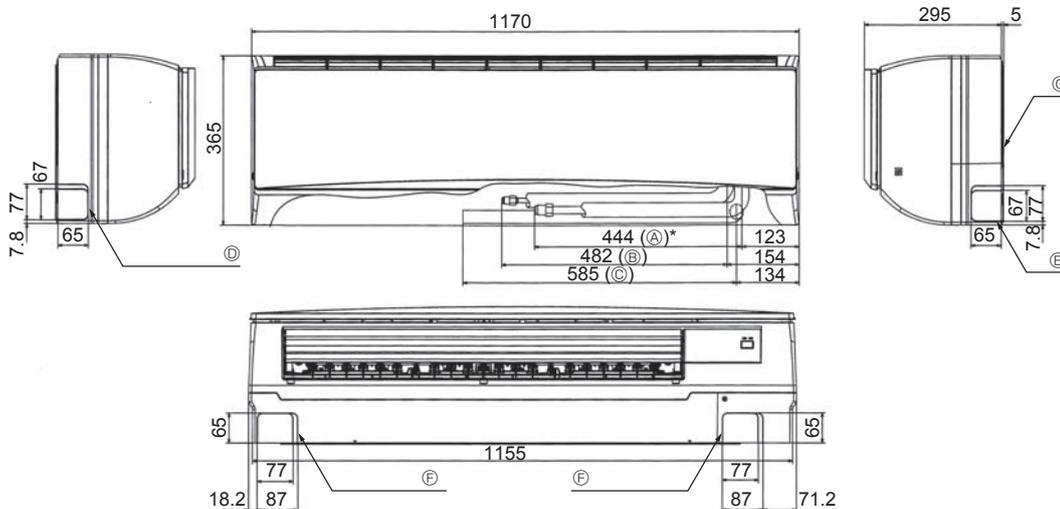

Fig. 4-2
4.3. Mise en place des tuyaux de réfrigérant et d'écoulement (Fig. 4-2)
- (A) Conduit de gaz * Indique la condition les accessoires montés.
- (B) Conduit de liquide
- (C) Tuyau d'écoulement
- (D) Orifice de la rondelle du tuyau gauche
- (E) Orifice de la rondelle du tuyau droit
- (F) Orifice de la rondelle du tuyau inférieur
- (G) Plaque d'installation ①